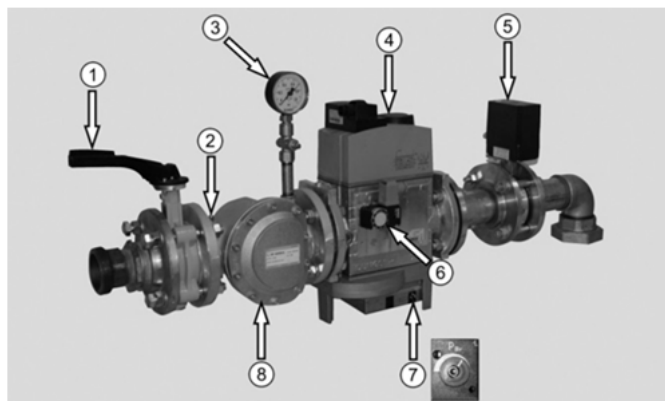

Abb. 6: Gasarmaturenstrecke DUNGS MBC
Legende zu Abb. 6:
Wird die gewünschte Maximalleistung des Brenners in der 2. Stufe nicht erreicht, kann mit der Gasdruckverstellung (Pos. ⑦ in Abb. 6) der Gasausgangsdruck und damit die Gasmenge erhöht werden.
Ergibt sich für die 1. Stufe eine Leistung von 70-75% zur 2. Stufe schon bei sehr geringem Abstand der beiden Stellnocken am Gasklappenantrieb, so kann mit der Gasdruckverstellung (Pos. ⑦ in Abb. 6) der Gasausgangsdruck verringert werden, damit ein größerer Stellweg zwischen den Hebeln entsteht.